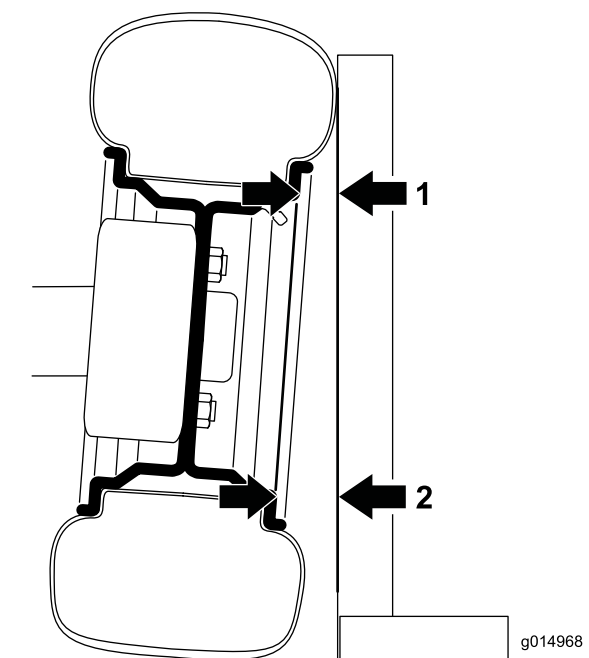

Figura 42
1. Per controllare l'inclinazione posizionate una squadra a 90 gradi sul terreno con il lato verticale a contatto con la parte anteriore del pneumatico (Figura 42).
2. Misurate dalla stessa parte del bordo sulla parte superiore e inferiore dello pneumatico fino alla squadra (Figura 42).